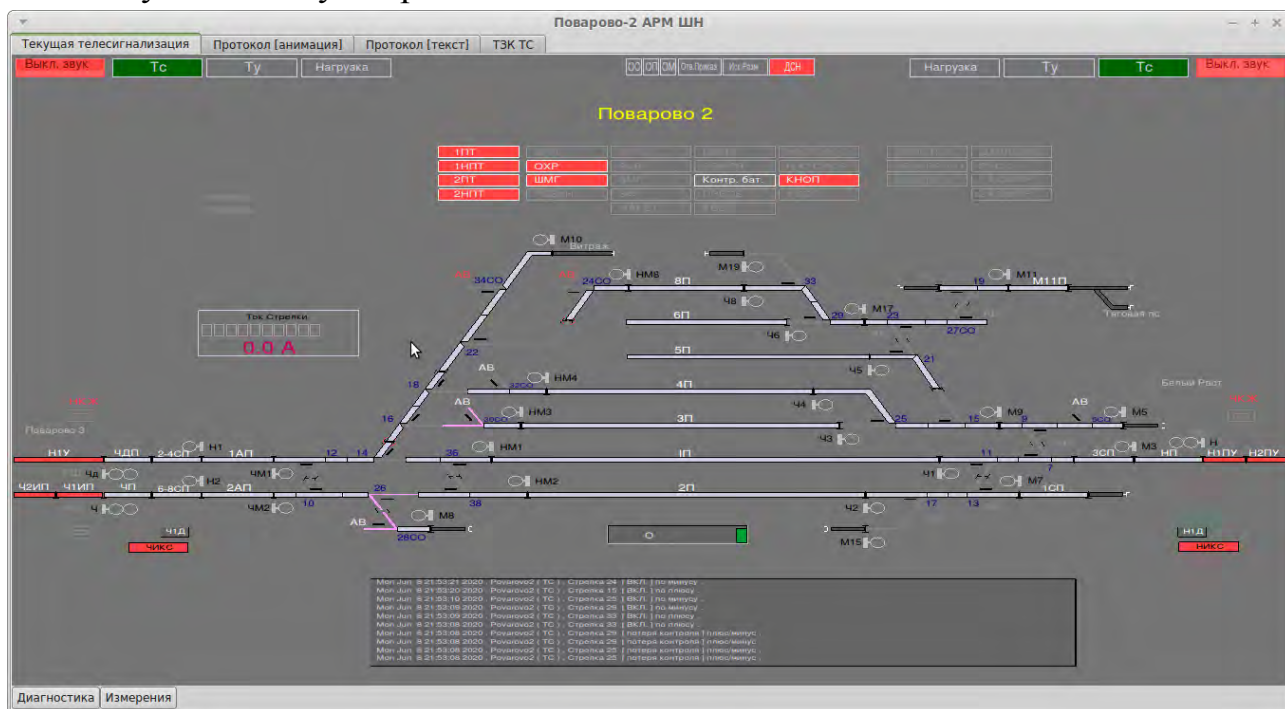

Рисунок 2. Станция в режиме реального времени.
7.1.1. Запустить приложение на АРМ ШН с возможностью подключения к базе данных протоколов комплектов «А» или «Б» АРМ ДСП, представленное на рисунке 1. После запуска приложения на АРМ ШН информация будет отображаться в реальном масштабе времени (Рисунок 2).